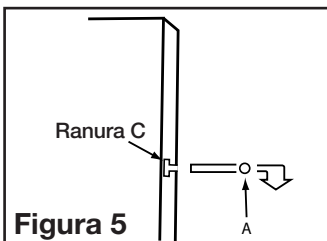

Figura 5
4. Monte el ventilador en la ventana haciendo que las ranuras "C" entren en los tornillos "A" del borde interior del contramarco. Baje el ventilador sobre los tornillos "A" hasta que descance en el antepecho de la ventana o en la moldura del marco de ésta (**Figura 5**).